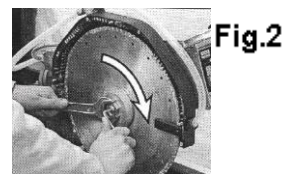

Fig.2
- Monteer een diamantschijf in de correcte draairichting, door middel van de centrale moer op de motoras. (Linkse schroefdraad!! Zie Fig. 2)